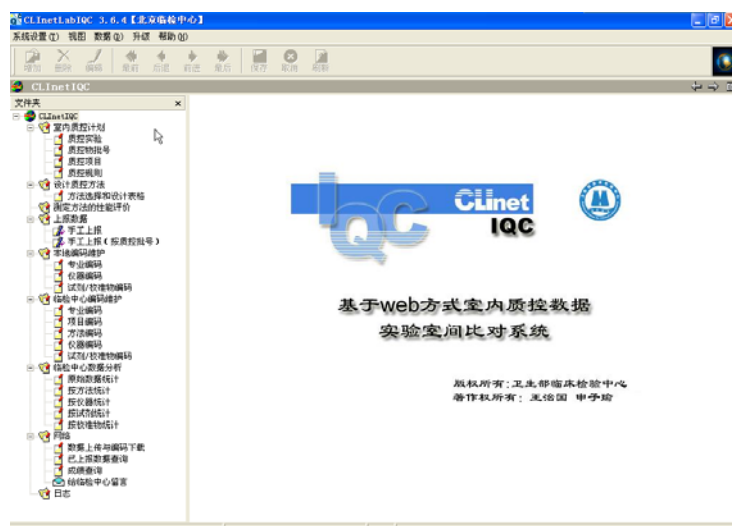

图 3-3-05 【IQC 主操作界面】
3. 之后将显示如图 3-3-05 所显示的【IQC 主操作界面】